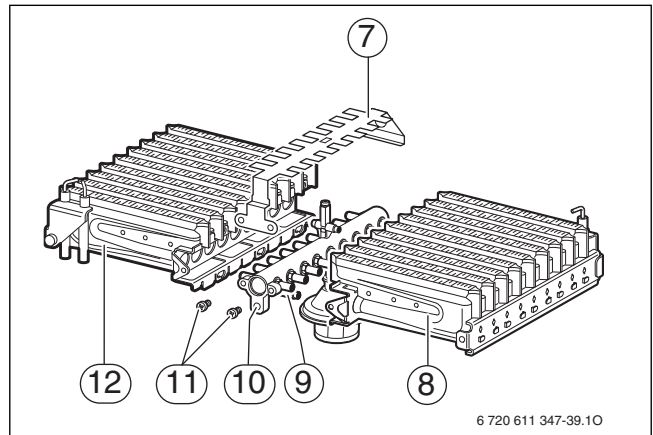

Рис. 37
- ▶ Осторожно снять соединитель с запального электрода (1) (→ рис. 37).
- ▶ Осторожно вынуть штекерный соединитель на электроде контроля пламени (5).
- ▶ Отвинтить крепежный уголок (3).
- ▶ Ослабить накидную гайку под горелкой и осторожно снять узел горелки (4).
- ▶ Снять винты (11) (→ рис. 37).
- ▶ Снять переключатель перекрестного розжига (7).
- ▶ Вывинтить винты в точках крепления (9). Снять левую и правую части горелки (12 и 8) с коллектора форсунок (10).